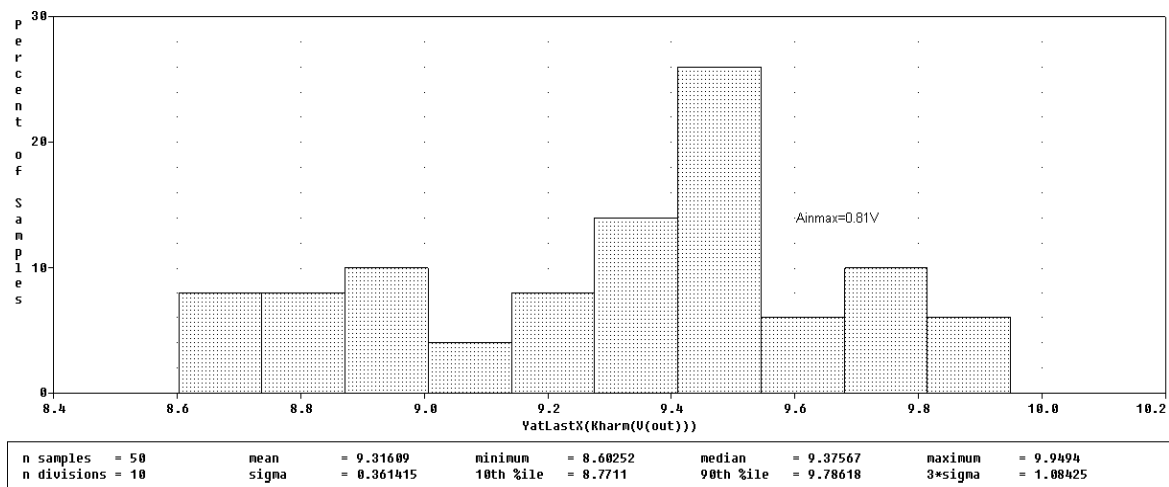

Рис. 4.3. Гистограмма распределения коэффициента гармоник.
После завершения многовариантного статистического анализа в графическом постпроцессоре выводится гистограмма (Рис. 4.3) выходной характеристики схемы – коэффициента нелинейных искажений *kharm*, по которой и определяется правильность назначения допусков на сопротивления.
4. По команде **Trace/Add Trace** введите **YatLastX(Kharm(V(out)))** (см. п.4. в л/р №3). На экране появится гистограмма (Рис. 4.3).
8. Сохраните гистограмму (Рис. 4.3) в заготовке отчета (**Window/Copy to Clipboard**).